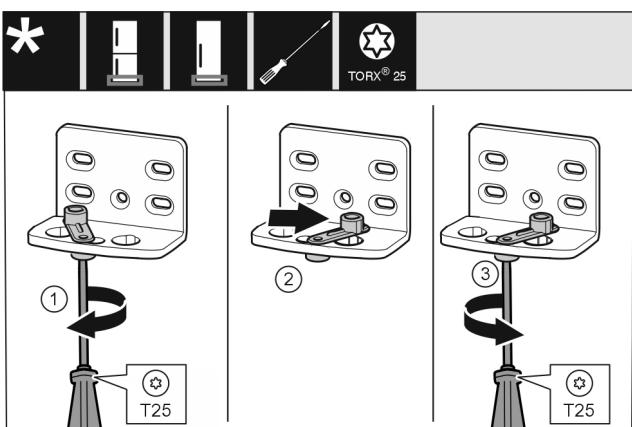

Fig. 16
- Vijke Fig. 16 (1) rahlo privijte z izvijačem.
- Privzdignite pripomoček za zapiranje vrat Fig. 16 (2) in ga v luknji zavrtite za 90° v desno.
- Zategnite vijke Fig. 16 (3) z izvijačem.